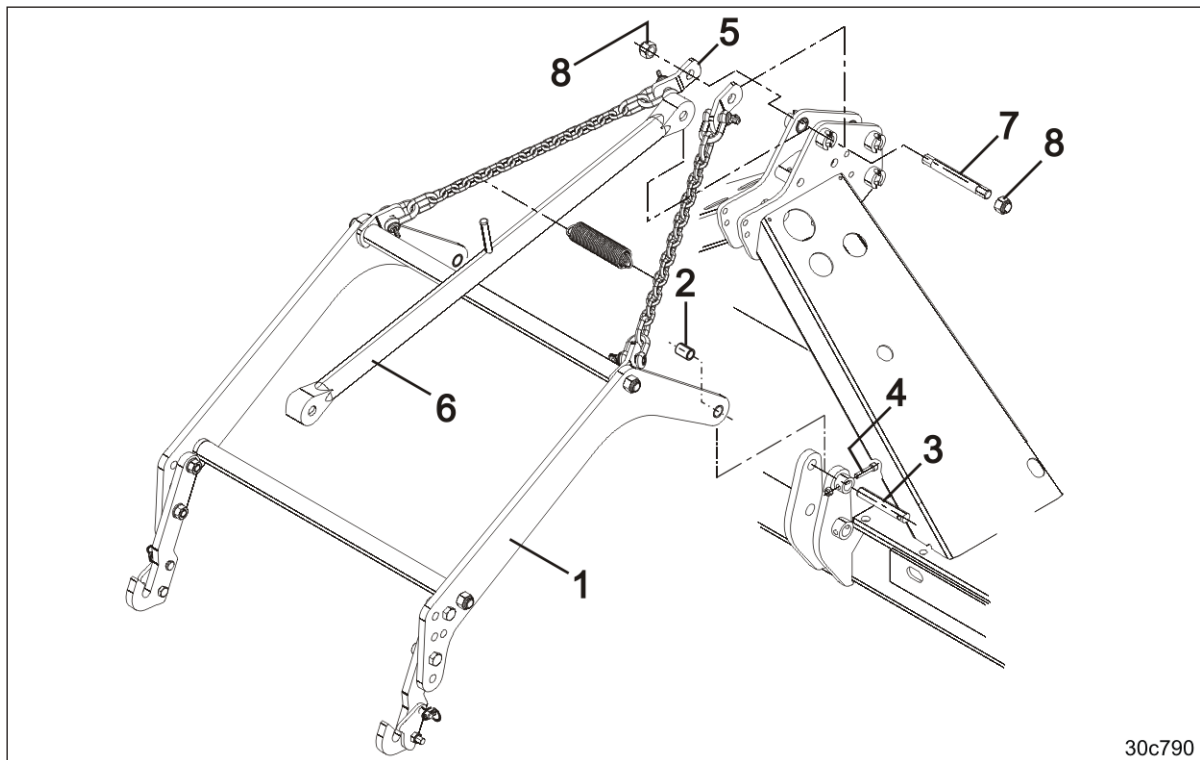

Fig. 79
1. Accrocher les bras porteurs (Fig. 79/1) à un palan.
2. Fixer les bras porteurs ainsi que les deux entretoises (Fig. 79/2) à l'outil de préparation du sol en utilisant deux axes (Fig. 79/3).
3. Arrêter les axes avec les vis (Fig. 79/4) et les écrous.
4. Fixer les chaînes (Fig. 79/5) avec le bras supérieur (Fig. 79/6) sur l'outil de préparation du sol en utilisant un axe (Fig. 79/7).
5. Fixer l'axe avec deux écrous (Fig. 79/8).